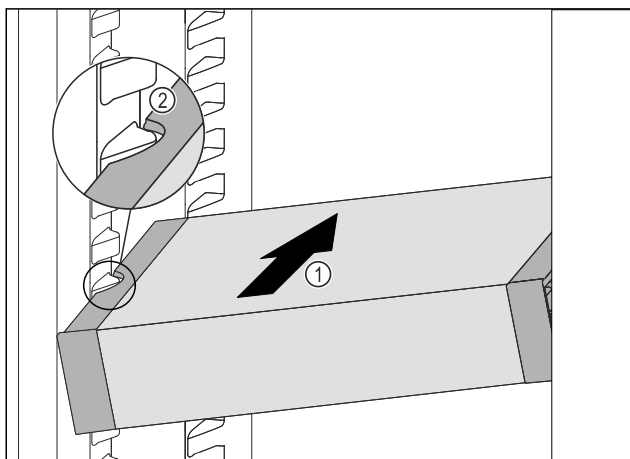

Fig. 94
- ▶ Zasuňte VarioSafe do chladničky pod úhlem tak Fig. 94 (1), aby vybrání na bocích Fig. 94 (2) VarioSafe byla na úrovni žebrování na nádoby v chladniče.